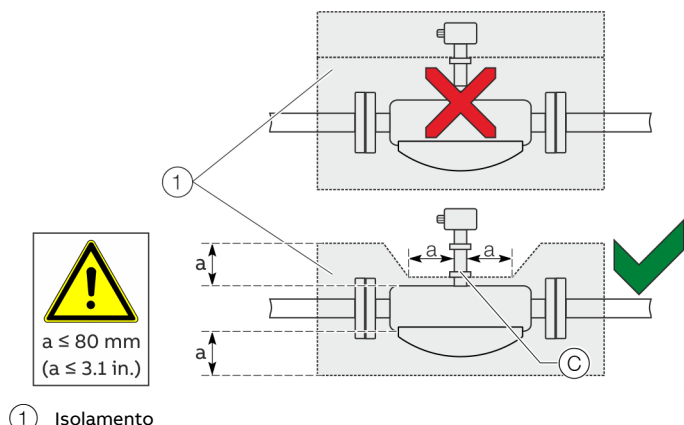

Figura 11: Montagem com  $T_{\text{medium}} -50^{\circ}\text{C}$  a  $205^{\circ}\text{C}$  ( $-58$  a  $400^{\circ}\text{F}$ )
O sensor de medição só pode ser isolado em combinação com as opções TE1 “Comprimento prolongado da torre para isolamento do sensor de medição” ou TE2 “Comprimento prolongado da torre – possibilidade de isolamento com espessura dupla”, conforme ilustrado na Figura 11.
Ao utilizar o sensor de medição em conjunto com um aquecedor das tubagens, a temperatura no ponto (C) (Figura 11) nunca deverá exceder  $100^{\circ}\text{C}$  ( $212^{\circ}\text{F}$ ), em nenhum momento!